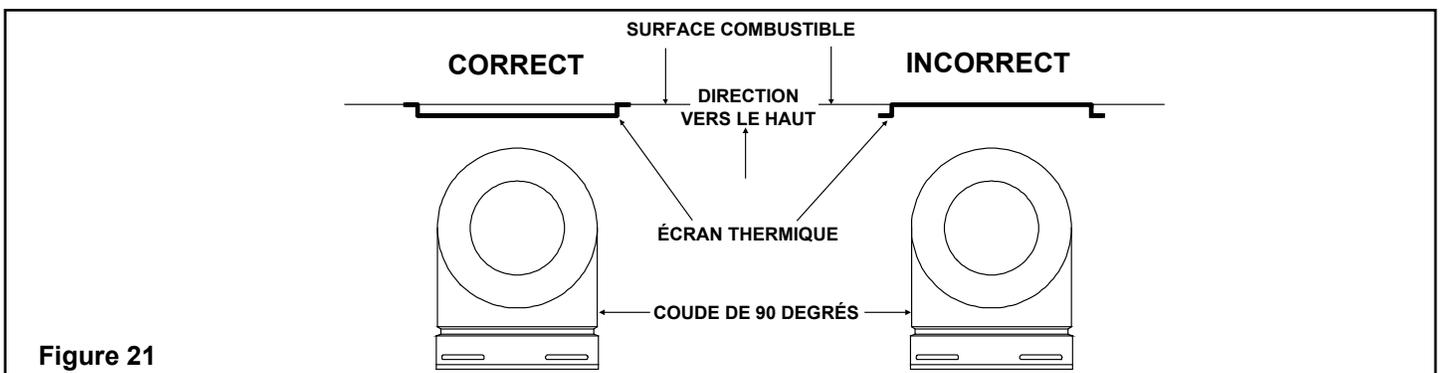

Figure 21
2. Placez l'écran en place en utilisant les avant-trous fournis dans la pièce. L'écran doit être orienté de manière à ce que la dimension de 13 1/8 po (dimension la plus longue) soit acheminée de la même direction que pointe le coude. L'écran devrait être centré directement au-dessus du coude et positionné pour créer un vide d'air de 1/2 pou entre l'écran et la surface combustible. Voir la figure 21.